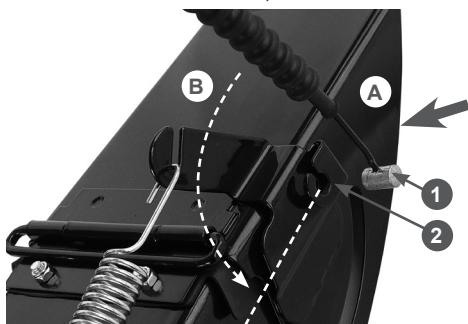

Рис. 22 Установка наконечника троса управления дефлектором жёлоба
- вставьте наконечник 1 троса в кронштейн 2 до упора, одновременно продевая трос через прорезь в кронштейне (действие А), после чего поверните трос в кронштейне на 90 градусов (действие В), как показано на Рис. 22;